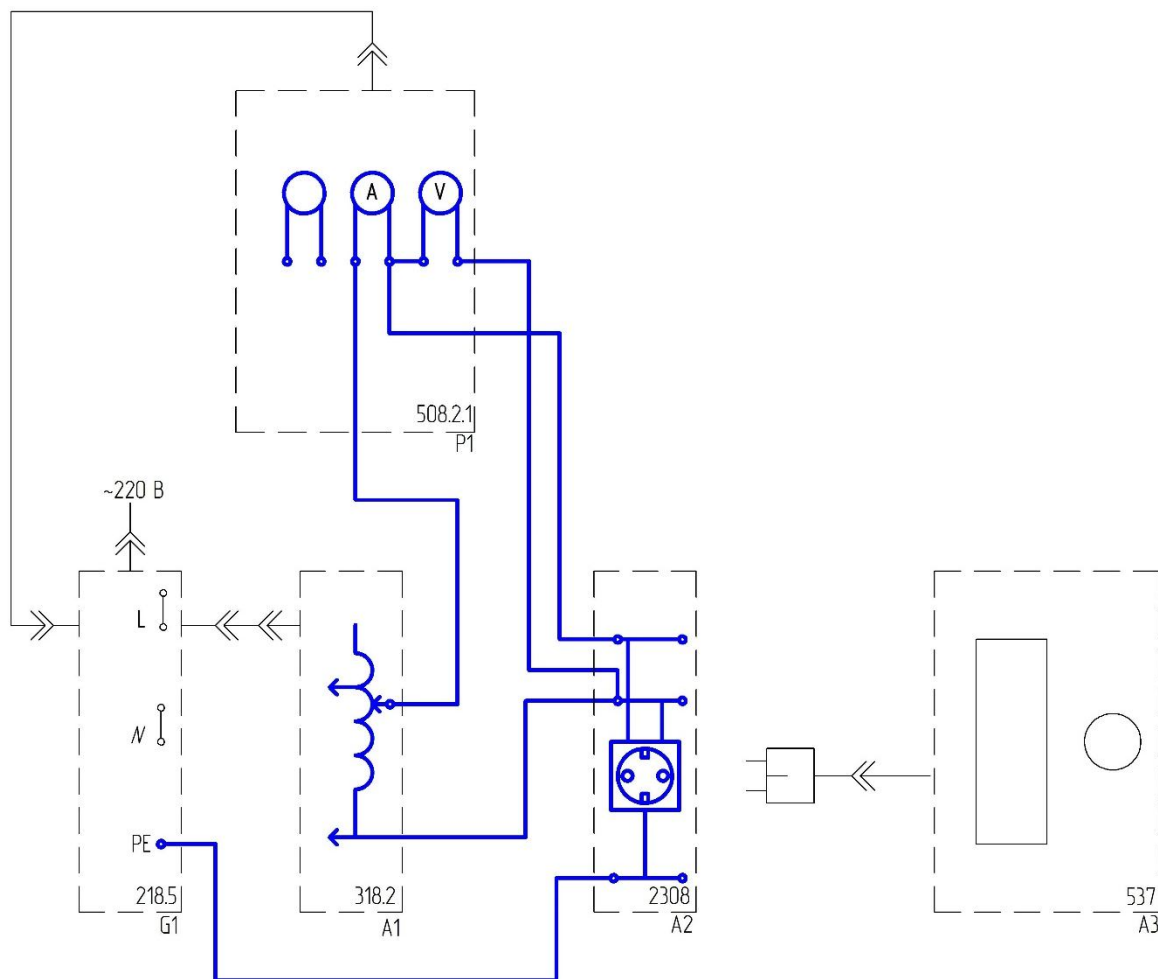

Рис.2.1.
- Соедините аппаратуру в соответствии со схемой электрической соединений, приведенной на рис.2.1.